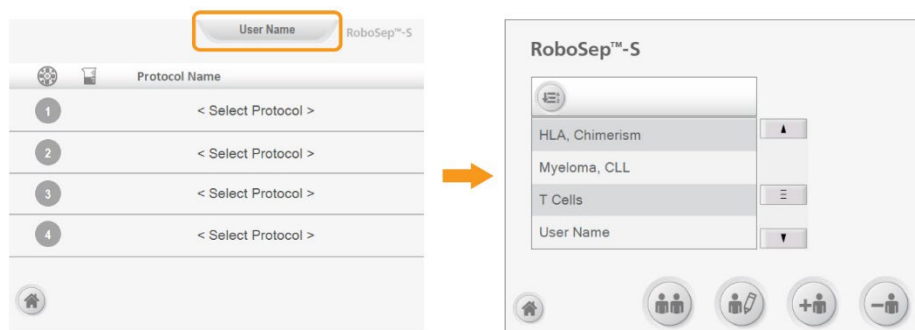

Ilustración 15. Cómo acceder a la pantalla «User Profile» desde la pantalla «Run Samples»
Para acceder a los perfiles de usuario, seleccione  [Users] (usuarios) en la pantalla de inicio o simplemente seleccione la pestaña «User Profile» (perfil de usuario) en la parte superior de la pantalla «Run Samples» (procesar muestras). Todos los perfiles de usuario del RoboSep™-S se desplegarán en la pantalla «User Profile» (perfil de usuario) (Ilustración 15).
1. Seleccione  [Add user profile] (añadir perfil de usuario) en la pantalla «User Profile» (Ilustración 15).
1. Seleccione  [Copy user profile] (copiar perfil de usuario) en la pantalla «User Profile» (Ilustración 15).
1. Seleccione  [Delete user profile] (borrar perfil de usuario) en la pantalla «User Profile» (Ilustración 15).